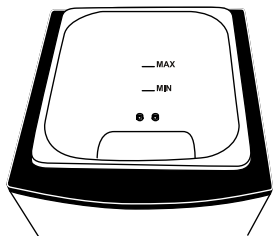

Fig.1
- Esta freidora solo puede funcionar con aceite y agua, o solo con aceite, y siempre respetando los niveles MAXIMO y MINIMO (Fig. 1)
permitido de agua en la cubeta (Fig. 1).